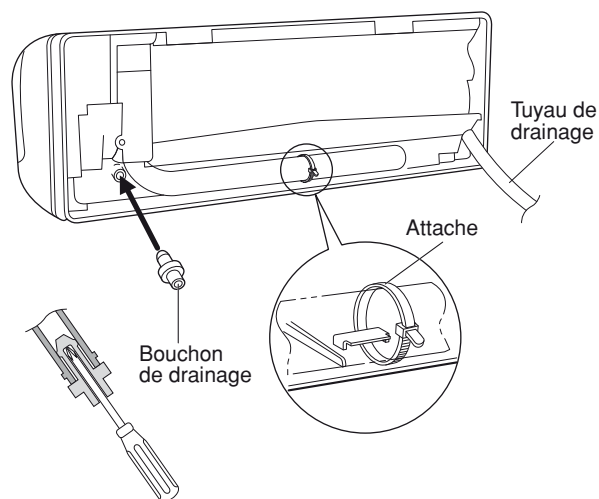

Fig. 40a
- (d) Raccordez le tuyau de drainage du côté gauche et posez le bouchon de drainage du côté droit (Fig. 40a).
- (3) Installez l'appareil intérieur sur le panneau arrière.
- (4) Connectez la tuyauterie et le câblage venant de l'extérieur.
- (5) Vérifiez qu'il n'y a aucune fuite et enroulez toute la tuyauterie avec du ruban isolant et placez-la à l'intérieur de la partie en creux à l'arrière de l'appareil intérieur. Maintenez-la en place à l'aide de brides (Figs. 40a et 41a).